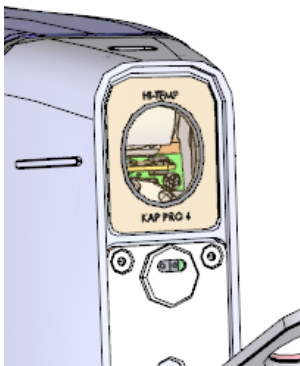

Рис. 4-6 Новое окно установлено
2. Правильно разместите новое окно и зафиксируйте (см. Рис. 4-6 на стр. 94).